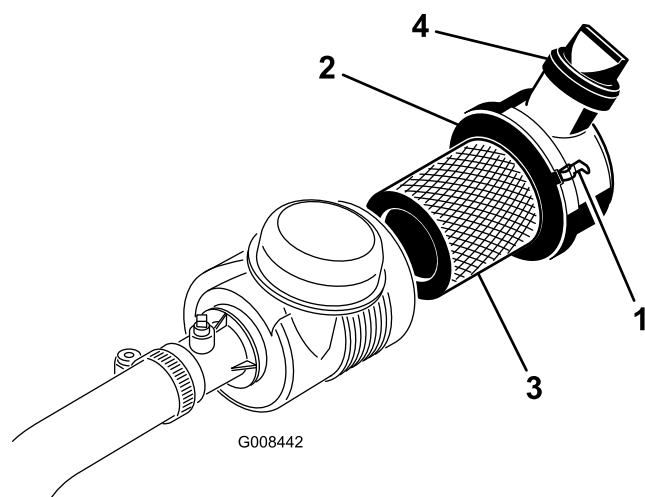

Figura 30
1. Abra los enganches que sujetan la tapa del limpiador de aire a la carcasa del limpiador de aire (Figura 30).
7. Asegúrese de que los cierres fijan la tapa a la carcasa (Figura 30).